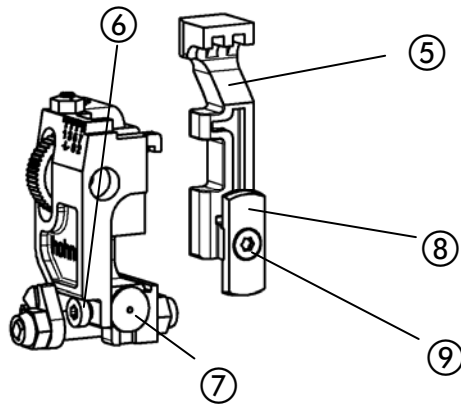

Fig. 34
- Fig. 34 -
- Soltar el tornillo de sujeción ⑥ y sacar la cuchilla redonda ⑦.